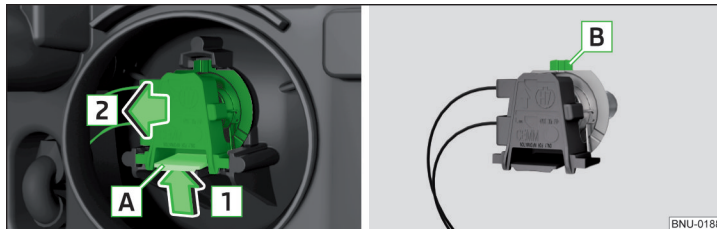

Abb. 338 Glühlampe für Ablend- und Fernlicht wechseln
- › Die Verriegelung **A** am Stecker in Pfeilrichtung **1** drücken » Abb. 338.